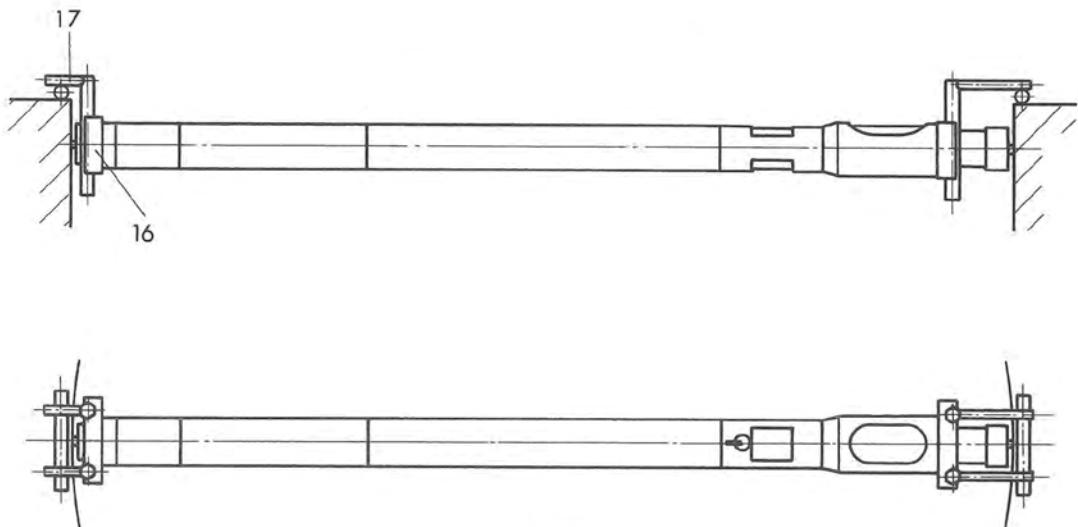

Abb. 13.
- Spannbriden (16) an die Stützflansche schrauben, Aufhängewinkel (17) befestigen.
- Aufhängewinkel so einstellen, dass der UNIMASTER sich in einer optimalen Stellung befindet (Abb. 13).